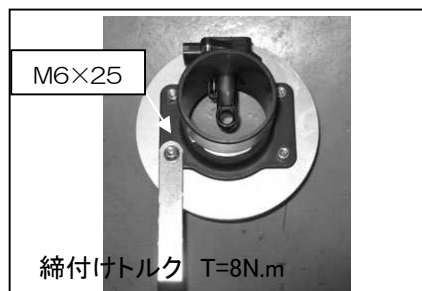

図 6
- ②組み立てたエアフロアダプターと、アダプター、ステーを図6、7を参考に組み立てます。